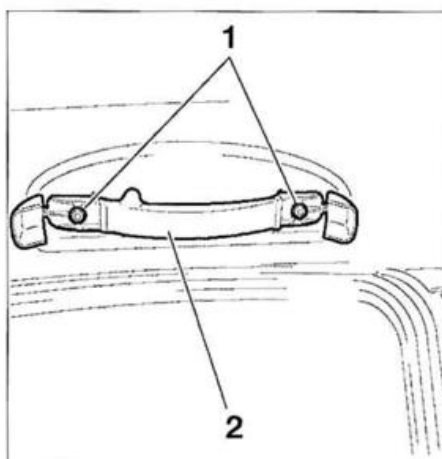

FIG. 70
- Desmontar en ambos lados los tornillos de fijación (1) (fig. 70) para extraer las empuñaduras de sujeción (2).